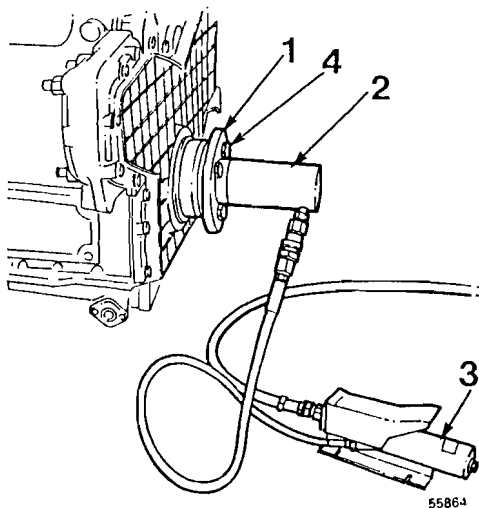

Fig. 141
7. Montar las herramientas en el cubo, véase fig. 141. Utilizar los tornillos existentes.